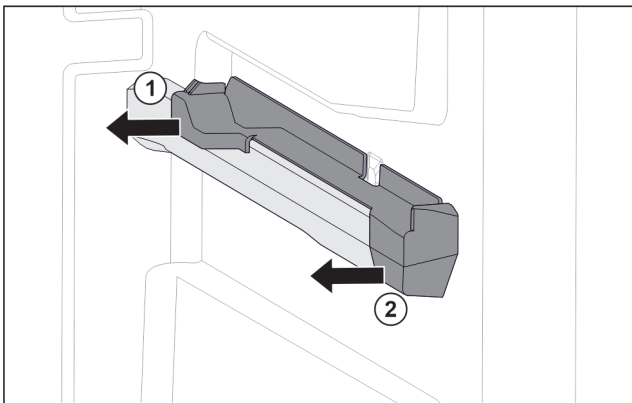

Fig. 122 Insteekelement op rechter containerrib
- ▶ Insteekelement achter naar de zijkant toe eraf trekken. Fig. 122 (1)
- ▶ Insteekelement voor naar de zijkant toe eraf trekken. Fig. 122 (2)